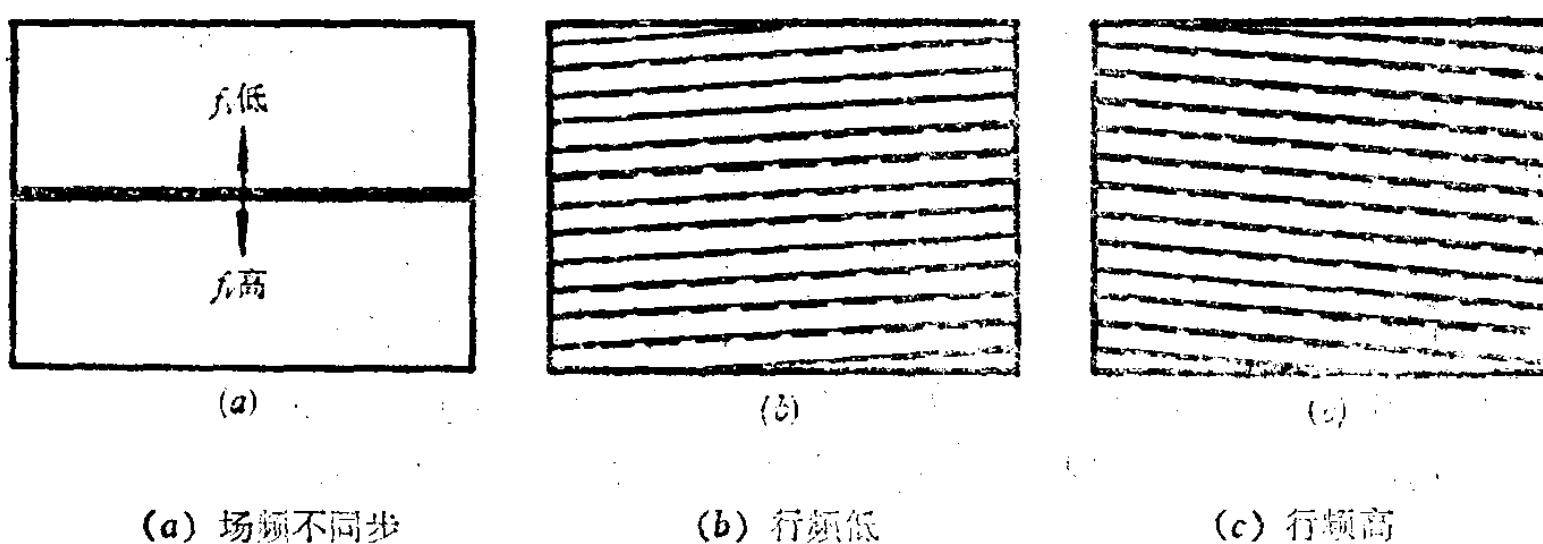
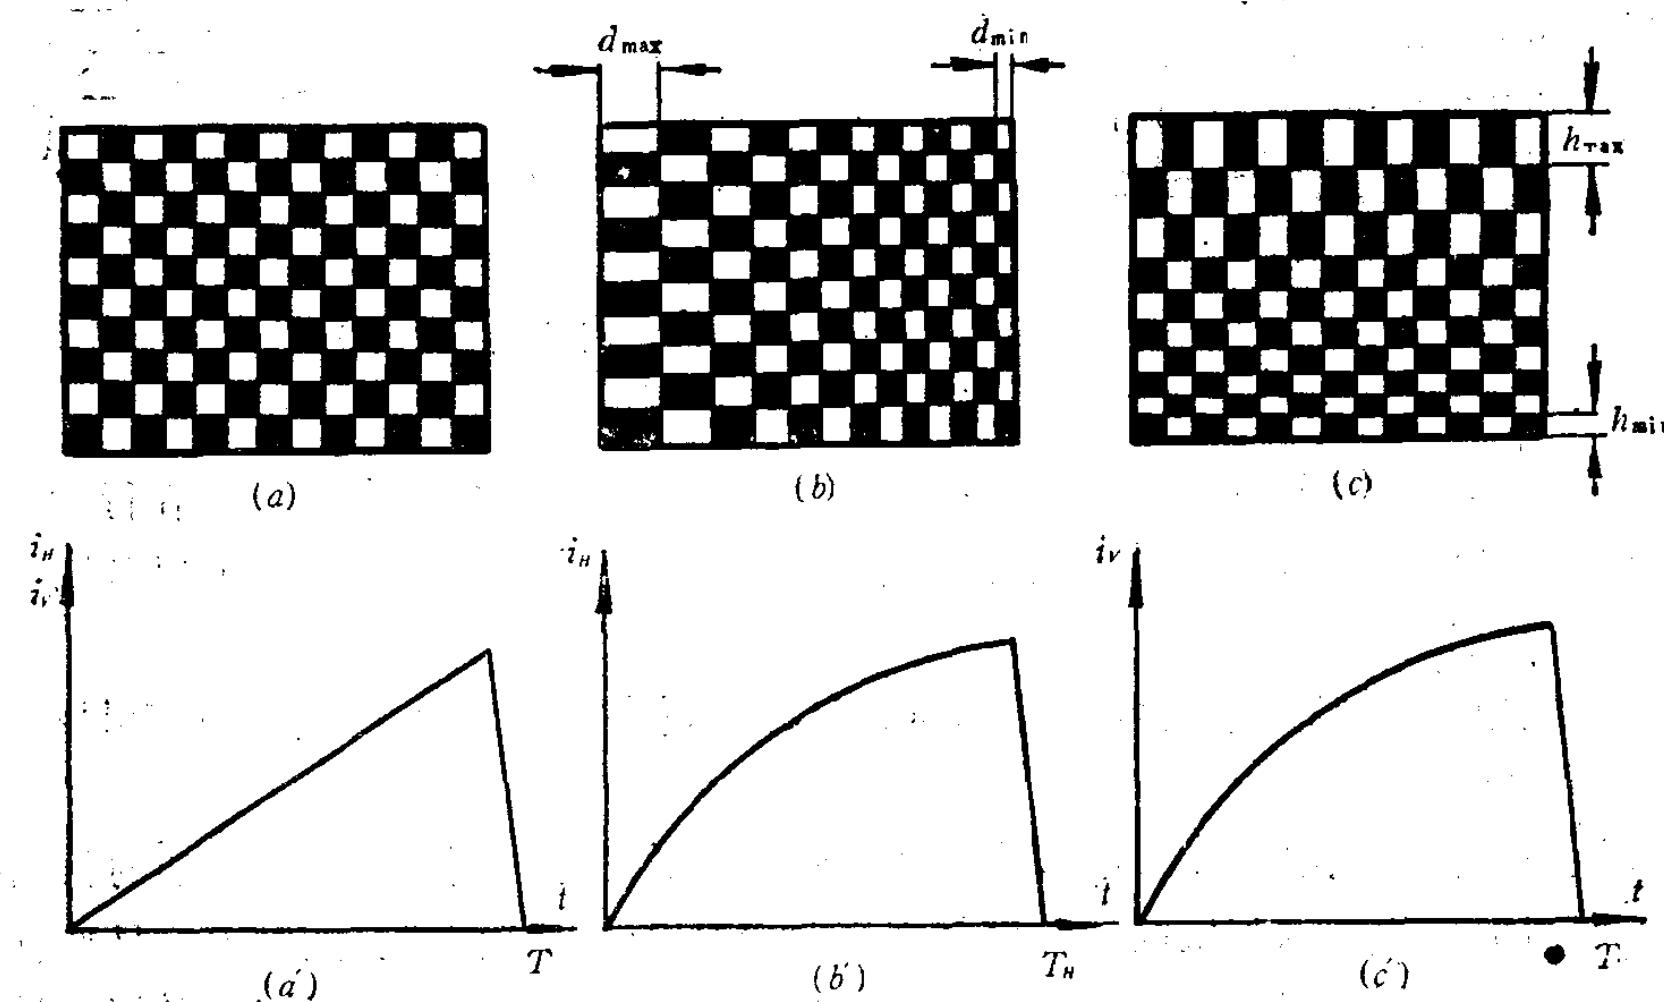

图 1-4 行、场频不同的异常画面
图 1-6 图象非线性畸变
5. 同步和消隐 在电视系统中，为了能正确地传送图象，要求收端与发端的扫描必须同步。所谓同步是指收端与发端的扫描点应有一一对应的几何位置。实际上，只要收端和发端的扫描电流的频率、起始相位和电流变化率相同，就可实现同步扫描。如果扫描过程中失去同步（或称不同步），轻则使图象变形或不稳定，重则将破坏图象而不能收看，如图1-4～图1-6所示。